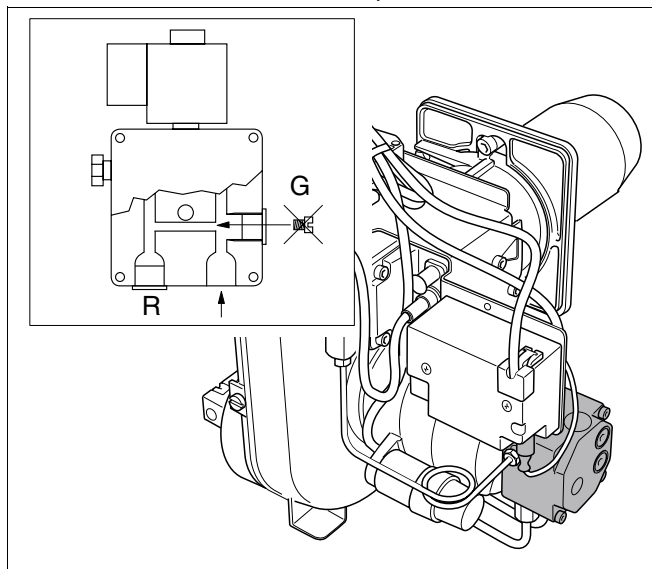

Рис. 5 Однотрубная система – дополнительные работы
- Подключить обратную линию "R" (рис. 5) к топливному насосу.
- На топливном насосе удалить винт "G" (рис. 5). Для этого открыть топливный насос.